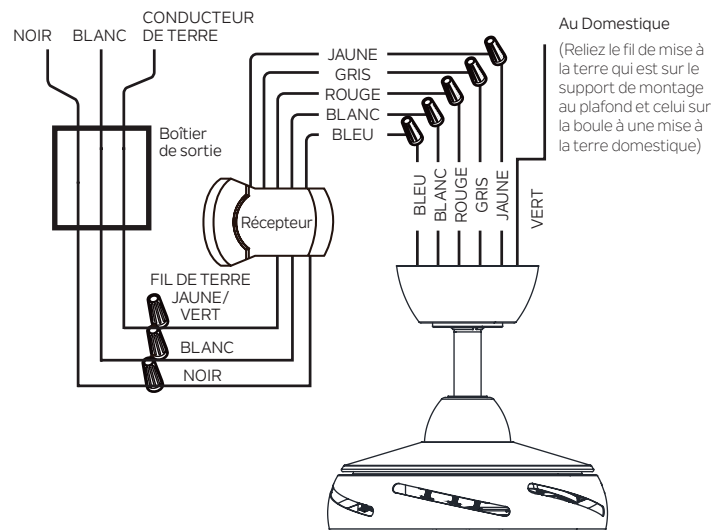

Fig. 13
Effectuez chacune des connexions de fils illustrées à la **Fig. 13**. Fixez chacun d'entre eux avec les écrous de fil fournis.
Étape 1. Raccordez le fil bleu du ventilateur (moteur) au fil bleu du récepteur; le fil blanc du ventilateur (moteur) au fil blanc du récepteur; le fil rouge du ventilateur (moteur) au fil rouge du récepteur; le fil gris du ventilateur (moteur) au fil gris du récepteur. le fil jaune du ventilateur (moteur) au fil jaune du récepteur; **(Fig. 13)**